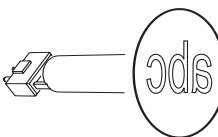

Figure 23. Orientation correcte des gobos
L'orientation des gobos est critique. Lisez attentivement les conseils en Figure 23 avant d'installer un gobo.
5. Insérez le nouveau gobo, la face qui côté lampe tournée vers le haut (voir Figure 22 et Figure 23).
Les sens d'installation donnés en Figure 23 sont corrects dans la plupart des cas mais consultez votre fabricant ou votre revendeur Martin si vous avez le moindre doute sur le sens à donner à un type de gobo spécifique. Pour minimiser le risque de dégâts dus à la chaleur, il faut en priorité installer la face réfléchissante vers la lampe.